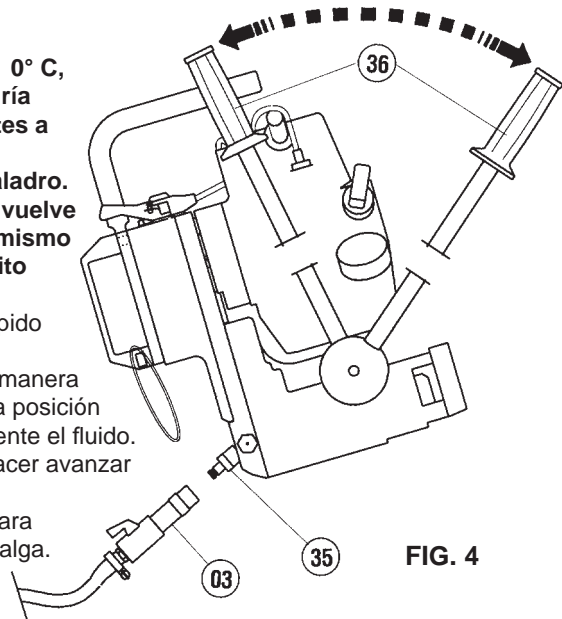

FIG. 4
- **Con temperaturas inferiores a 0° C, el fluido lubrorefrigerante podría helarse y causar inconvenientes a la estanqueidad hidráulica del circuito de refrigeración del taladro. Es pues oportuno, cuando se vuelve a colocar el taladro, vaciar el mismo del fluido presente en el circuito de refrigeración (Fig. 4)**
- Desconectar el acoplamiento rápido (03) de la conexión (35).
- Accionar la palanca (36) para hacer avanzar y retroceder el mandril.